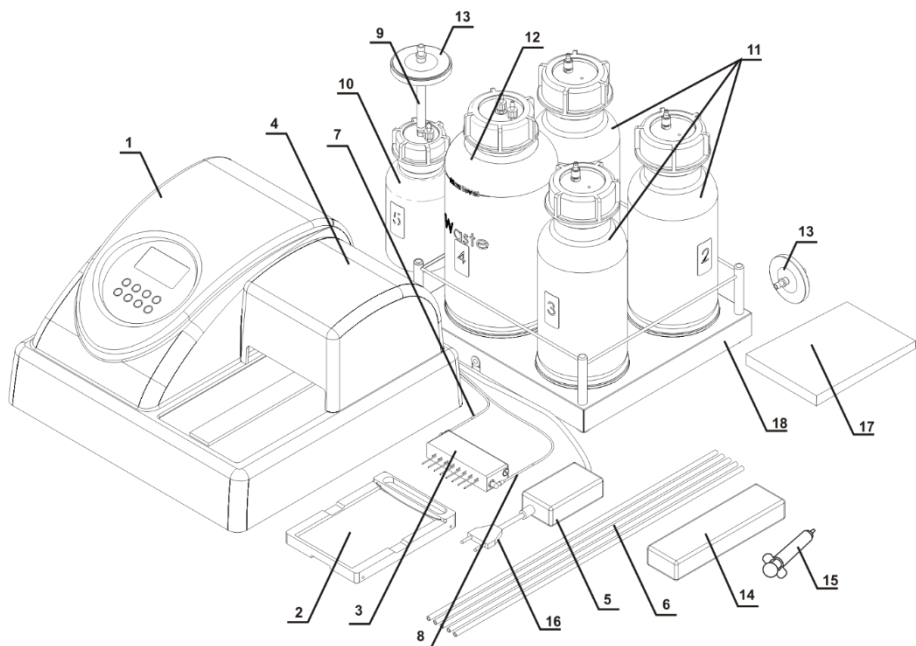
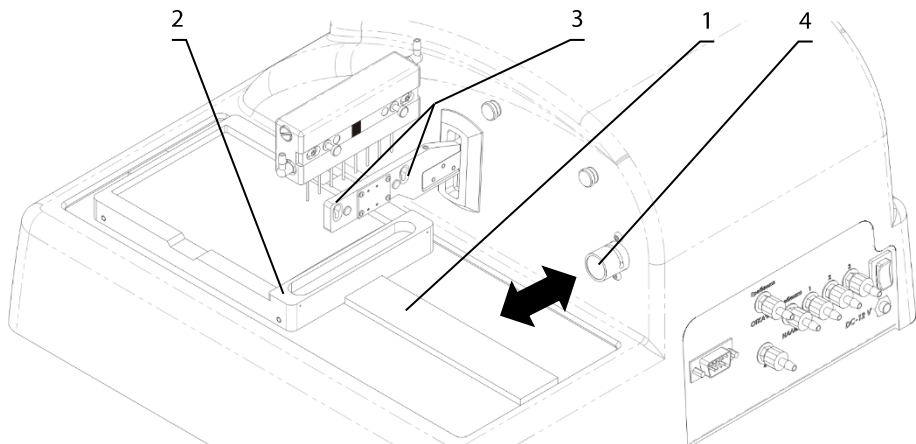
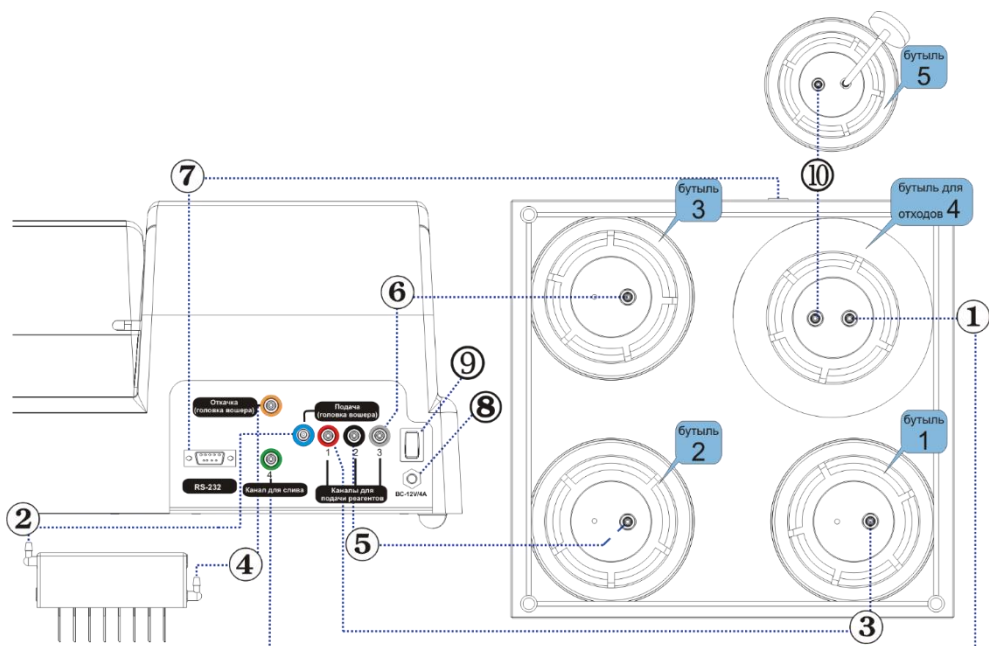

Рисунок 1. Комплектация прибора
Рисунок 2. Подготовка прибора к работе.
Рисунок 3. Диаграмма сборки
- 4.2. Комплектация (рисунок 1). В комплект прибора входят:
- 4.5.4. Установите каретку на рельс (рис. 2/1), расположенный на платформе прибора, так, чтобы держатель планшета (плоская пружина) был направлен к задней стенке прибора (рис. 2/2). Магнит в нижней части каретки притянет ее в исходную позицию.
- 4.5.6. Установите промывочную гребёнку в пазы держателя (рис. 2/3). Магниты в гребёнке и держателе соединят и выровняют гребёнку.
4.5.7. Соедините трубкой (рис. 1/7) штуцер промывочной гребенки, по которому подается жидкость, с **синим** штуцером **Подача (гребенка вошера)** на задней панели прибора (рис. 3/2).
4.5.8. Соедините трубкой (рис. 1/8) штуцер промывочной гребенки, по которому откачивается жидкость, с **жёлтым** штуцером **Откачка (гребенка вошера)** на задней панели прибора (рис. 3/4).
4.5.9. Соедините штуцер **Канал для слива** (4 – **зеленый**) на задней панели прибора трубкой со штуцером двухлитровой бутылки (под номером 4) для сбора отработанной жидкости (рис. 3/1).
4.5.10. На штуцер пол-литровой бутылки (под номером 5) установите трубку для гидрофобного фильтра (рис. 1/9), а на нее – гидрофобный фильтр (рис. 1/13). При установке гидрофобного фильтра его поверхность с надписью “IN” должна быть обращена к пробке бутылки (рис. 11).
4.5.11. Соедините бутылку для сбора отработанной жидкости с пол-литровой бутылкой под номером 5 (рис. 3/10).
- К штуцеру (1 – **красный**) (рис. 3/3) трубкой (рис. 1/6) подсоедините бутылку с буфером 1.
- К штуцеру (2 – **черный**) (рис. 3/5) трубкой подсоедините бутылку с буфером 2.
- К штуцеру (3 – **белый**) (рис. 3/6) трубкой подсоедините бутылку с буфером 3.
4.5.13. Установите трубку промывочной гребенки (рис. 3/2) в прорезь клапана (рис. 2/4). Нажмите на клапан по направлению стрелки и, удерживая его, немного растяните трубку, поместите ее в прорезь и отпустите клапан.
4.5.16. Если используется **4 CHW Logger**, четырехместный терминал контроля объема жидкости, распакуйте его и вытащите прокладки из-под чашек весов. Установите бутылки на терминал в соответствии с нумерацией. Подключите кабель RS-232 к разъему на задней панели прибора и к терминалу контроля объема жидкости (рис. 3/7).
Перед тем как подключать прибор к сети, убедитесь, что выключатель питания (рис. 3/9) на задней панели прибора находится в положении **0** (выключено).
- 4.6.1. Подключите внешний блок питания к разъему (рис. 3/8) на задней панели прибора.
- 4.6.2. Подключите к внешнему блоку питания сетевой шнур (рис. 1/16).